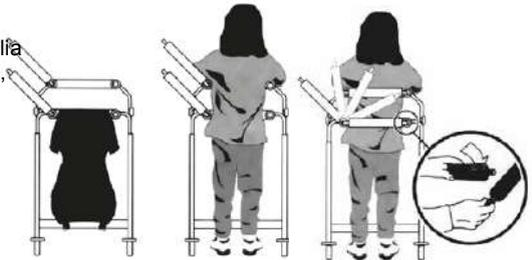

Fig. 6
Apenas se coloca la persona en **DYNAMICO** (fig. 6) éste debe ser cerrado y bloqueado en la parte posterior y deberá ser regulada la altura:
- del short (fig. 6)